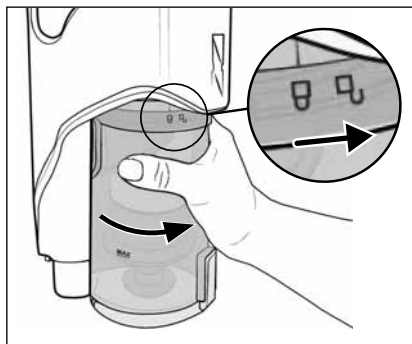

Bild 25
- 8) Sätt in dammbehållaren **7** i dammsugaren igen och vrid den mot symbolen  (stäng) tills den sitter fast (se bild 25).